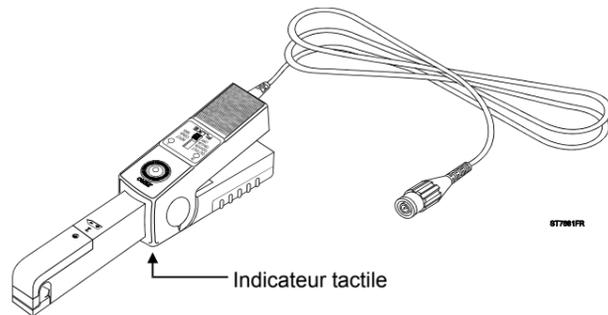

Figure 1. La sonde de courant 80i-110s AC/DC
La Fluke 80i-110s est une sonde de courant à pince pour courant alternatif ou continu, conçue pour reproduire les formes d'onde de courant relevées dans les réseaux de distribution électrique commerciaux et industriels modernes. Le fonctionnement de la sonde a été optimisé en vue d'assurer une reproduction précise des ondes de courant à la fréquence du secteur et jusqu'à la 50ème harmonique. La 80i-110s est compatible aussi avec tout instrument capable de mesurer des tensions de l'ordre du millivolt. La sonde de courant (illustrée à figure 1) présente les avantages suivantes:
- Ne pas tenir la sonde de courant au-delà de l'indicateur tactile, voir Figure 1.